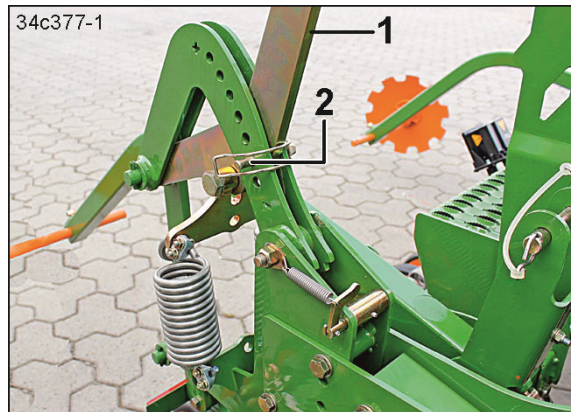

Fig. 201
2. Den Hebel (Fig. 201/1) kurz ziehen und den Rohrklappstecker (Fig. 201/2) entfernen.